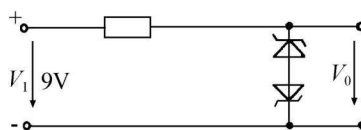

图 1-1-9
9. 现有稳压值为 6V 的硅稳压管两只, 按图 1-1-9 所示方法接入电路, 则 $V_0 =$ ()。